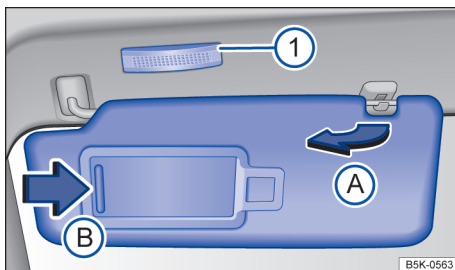

Fig. 110 No revestimento do teto dianteiro: para-sol.
- Retirar do suporte e virar na direção das portas → Fig. 110 (A).
No para-sol rebatido para baixo encontra-se um espelho de cortesia atrás de uma cobertura. Ao abrir a cobertura → Fig. 110 (B), uma lanterna → Fig. 110 (1) se acende.